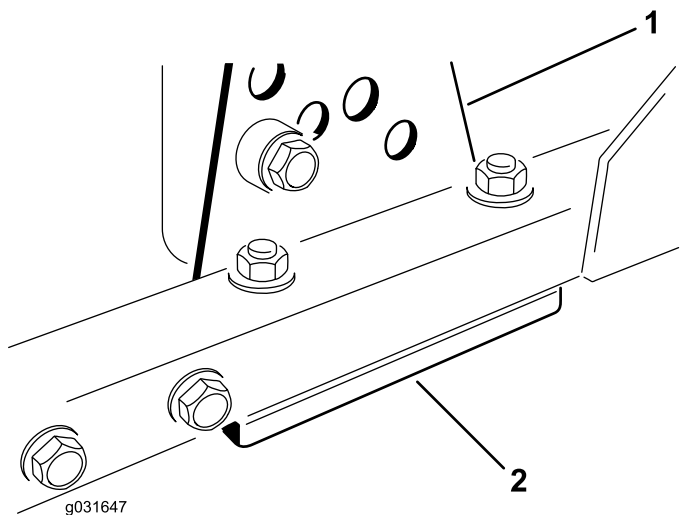

図 71
1. 刈り高ブラケット前、左、右のうち1つをデッキのフレームから外す **図 71**。
2. デッキフレームとブラケットとの間に厚さ 1.5 mm または 0.7 mm のシム、場合によってはこれらの両方を挿入して、希望する刈高を達成する **図 71**。
3. 余ったシムを刈り高ブラケットの下に入れ、刈り高ブラケットをデッキのフレームに取り付ける 図 71。